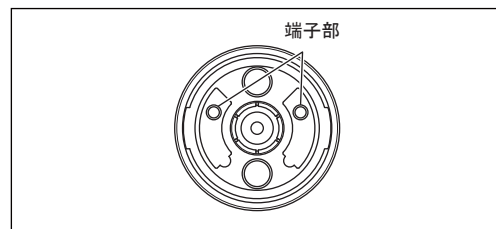

図39
- ・接続部を清掃する際に、先端が鋭い棒で清掃したり、端子部を突いたりしないでください。傷がつき接触不良などの原因になる恐れがあります。（図39）